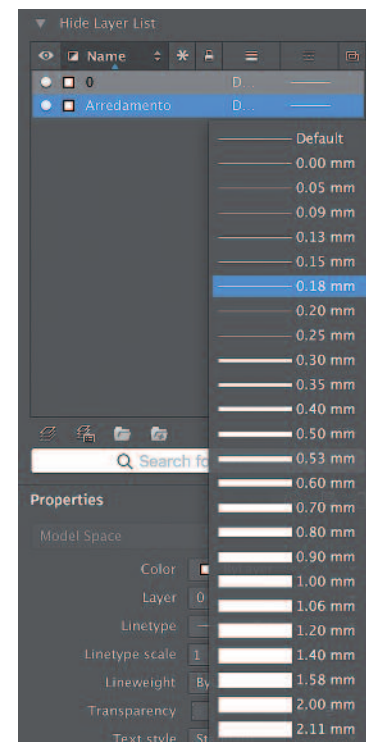

Fig. 5
- *Lineweight* (Groschezza della linea): quella di default è 0.25 mm e può essere modificata cliccando sulla *D...* (*Default*) si apre una finestra con tutte le grossezze disponibili. Ricordando quanto detto nell'UA 2 "Il linguaggio grafico" al Paragrafo 2.6 in merito ai gruppi di linee si può scegliere la grossezza 0.18 mm per le linee fini 01.1 e 0.35 mm per quelle grosse 01.2 (► Fig. 5);